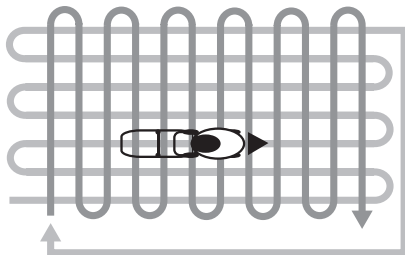

Рис. 13. Схема перпендикулярного скашивания
5. При кошении в тяжелых условиях (п. 3,4) рекомендуется проводить повторный покос с меньшей высотой скашивания. При этом рекомендуется использовать схему перпендикулярного скашивания. На (Рис. 13) представлена схема движения газонокосилки при выбросе травы в травосборник.